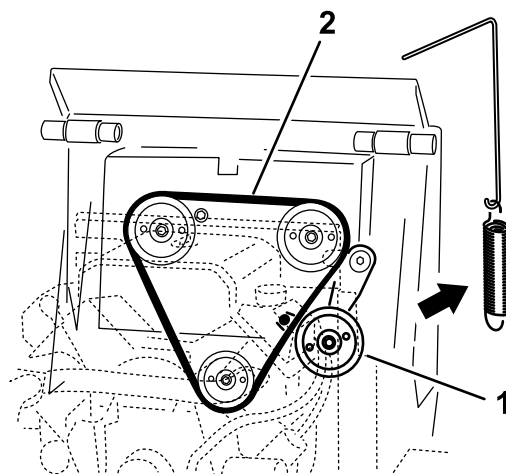

Figure 53
5. Enlevez le ressort de poulie de la poulie de tension (Figure 53).
7. Placez une courroie d'entraînement neuve autour des 3 poulies (Figure 53).